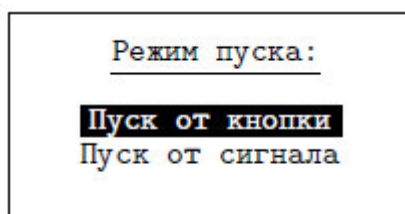

Рис. 3.17
3.4.8 **"Режим пуска"** - установка режима запуска процесса измерений (Рис. 3.17).